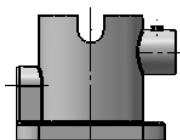

图 9.4.15 “带边线上色”显示模式
-  (带边线上色)：视图以带边上色零件的颜色显示，如图 9.4.15 所示。